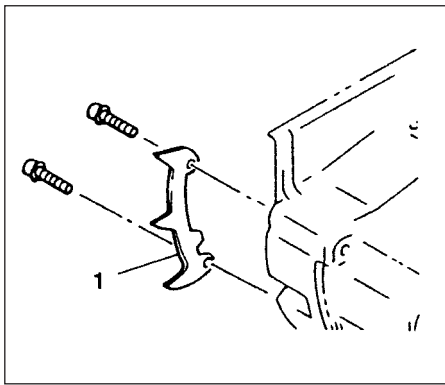
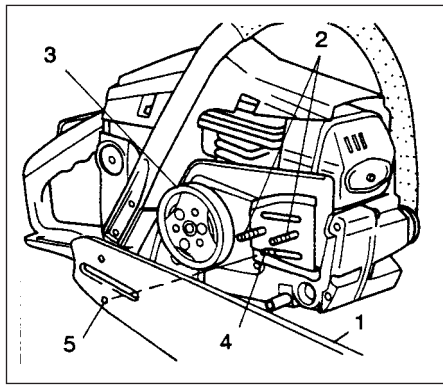

Fig.1-0
Fig.1-1
\* Installare il paraurti a denti in dotazione (1) (Se la macchina ne è fornita) all'attrezzo con le due viti. (Fig.1-0)
1. Togliere la scocca laterale svitando i due dadi di fissaggio della spranga di guida e installare la spranga di guida (1) sui bulloni (2), quindi spingerla per guanto e possibile verso la ruota dentata (3).
Accertarsi che la borchia del bullone di regolazione del tendicatena (4) sia inserita adeguatamente nel foro della lama (5). (Fig. 1-1)